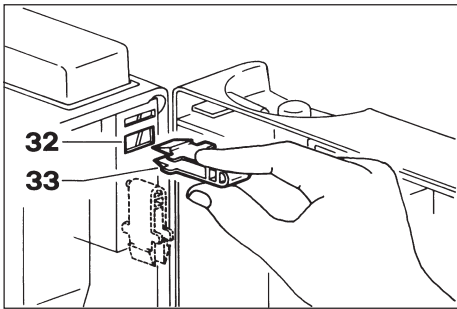

Abb. 14
- Die Tür öffnen und den Schlüssel (33) in die Öffnung (32) einsetzen, wodurch die Sicherheitsmikroschalter betätigt werden (Abb. 14).